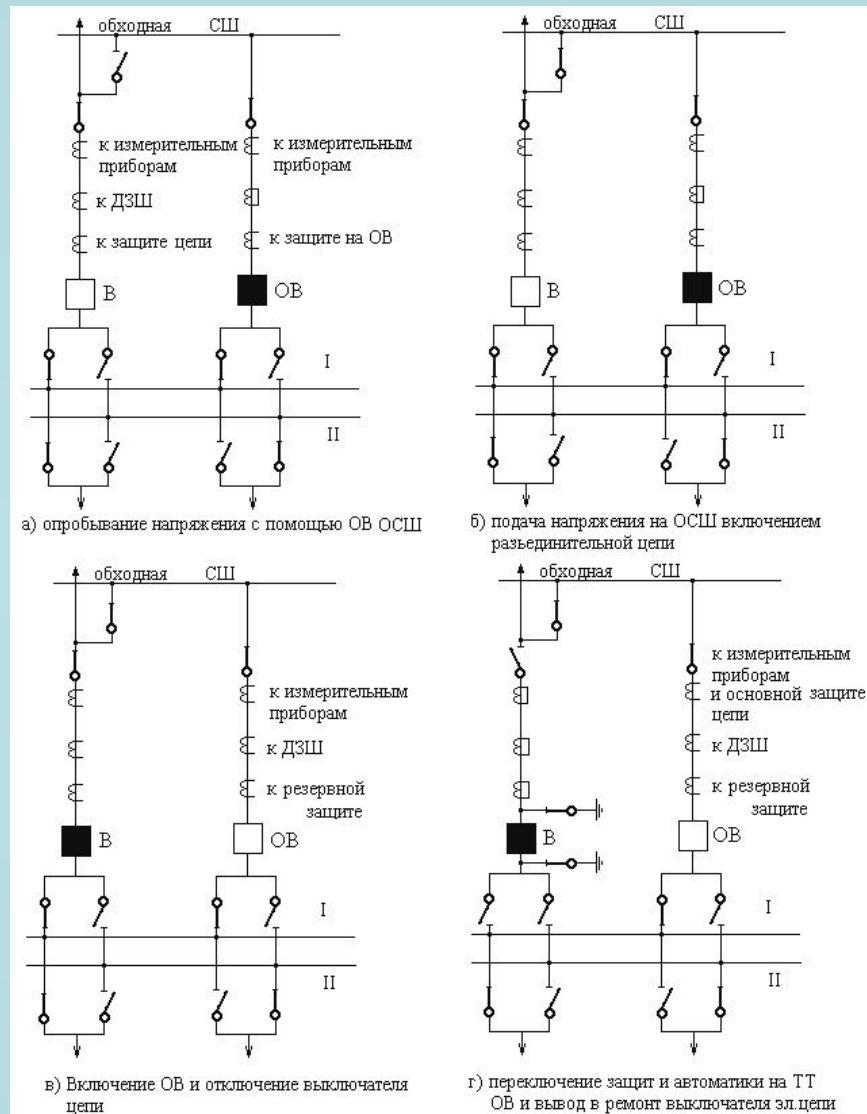

Рис. 6. Основные этапы замены выключателя присоединения ОВ
1. Если обходной выключатель (ОВ) отключен, а его разъединители включены на обходную и рабочую СШ, от которой питается данная электрическая цепь, то включением ОВ с минимальными уставками на его защитах и включенной по оперативным цепям ДЗШ обходную систему шин опробуют напряжением (рис. 6, а).
3. Подают напряжение на ОСШ включением на неё разъединителей цепи, выключатель которого выводят в ремонт (рис. 6, б). Отключают быстродействующие защиты цепи (ДФЗ, ДЗЛ).
5. Включают ОВ с уставками на его защитах, соответствующими уставкам защит электрической цепи, и тут же отключают выводимый в ремонт выключатель (рис. 6, в).